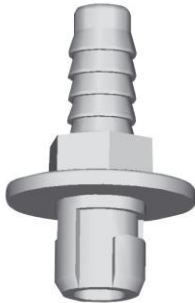

Figure 5
2. Retirer le tube d'évacuation de l'orifice d'entrée. Désinstaller le clapet antiretour de la plaque principale (voir la figure 5 ci-dessous). Démontez le tube de sortie du clapet antiretour. Nettoyer le clapet antiretour et vérifier que la bille à l'intérieur du clapet antiretour se déplace librement.